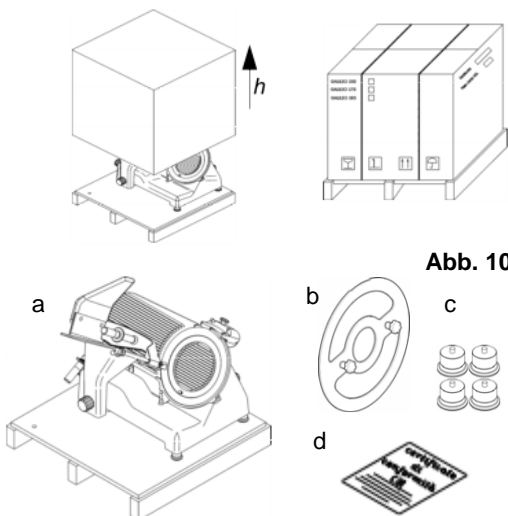

Abb. 10
- Entfernen Sie die Befestigungsbänder von der Verpackung (Abb. 10) und nehmen Sie den Karton (h) ab.